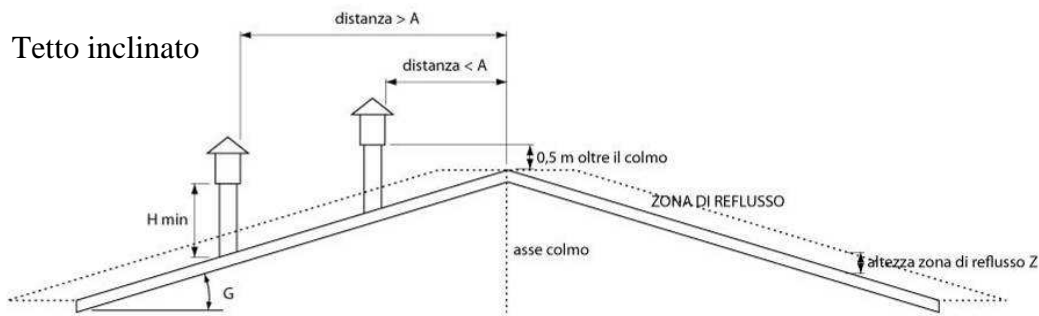

Fig.5
- Il comignolo deve essere posizionato in modo da garantire un'adeguata dispersione ed iluizione dei prodotti della combustione e comunque al di fuori della zona di reflusso. Tale zona ha dimensioni e forme diverse in funzione dell'angolo di inclinazione della copertura, per cui risulta necessario adottare le altezze minime riportate in fig.4 e in fig.5.
- Il comignolo dovrà essere del tipo antivento e superare l'altezza del colmo fig.4 e in fig.5.